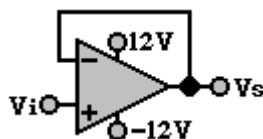

Figura 7.1
3. Dibuje las formas de onda de la entrada y de la salida que se esperan obtener de los circuitos de la figura 7.1, 7.2 y 7.3.
1. Arme el circuito de la figura 7.1. Con una señal senoidal de 0.5V_{pp} a una frecuencia de 1kHz .